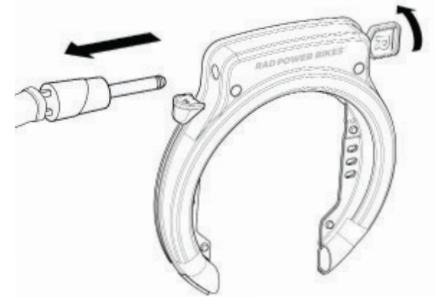

Figura 14: Retire la cadena de seguridad
- c. Luego gire la llave en el sentido de las agujas del reloj nuevamente mientras retira la cadena de seguridad del candado (Figura 14).